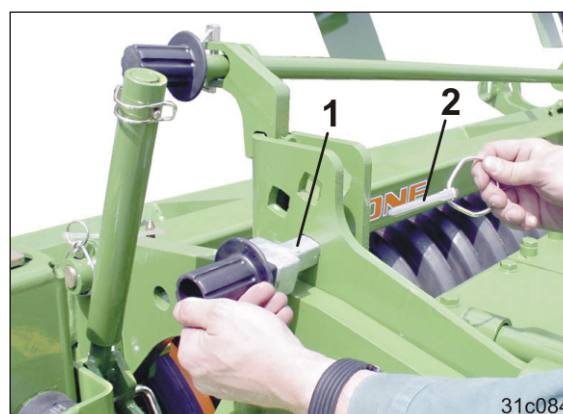

Рис. 81
4. Зафиксируйте пальцы регулировки глубины (Рис. 81/1) в необходимом положении
5. Зафиксируйте оба пальца регулировки глубины пружинными фиксаторами (Рис. 81/2).
4. Зафиксируйте оба пальца регулировки глубины пружинными фиксаторами (Рис. 81/2).